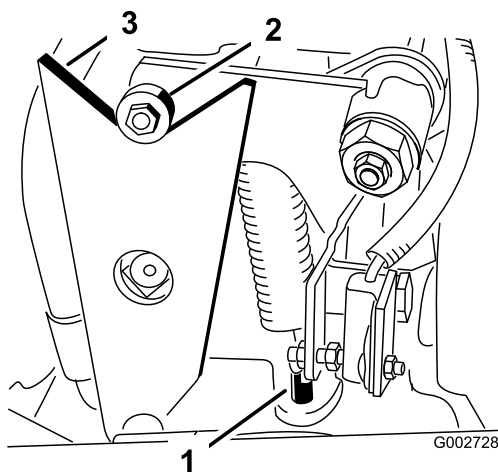

Figura 42
- Si las ruedas giran en la dirección correcta, pare el motor y ajuste la contratuerca del pasador de ajuste del muelle (Figura 42). Ajuste el punto muerto de la tracción; consulte Ajuste del punto muerto de la transmisión de tracción.